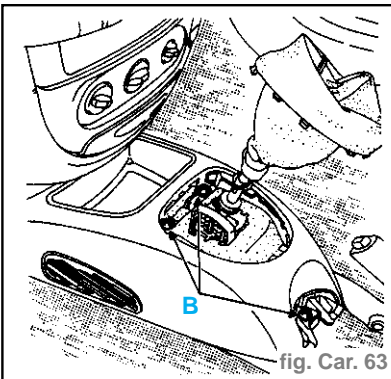

fig. Car. 63
- Déposer les trois vis (B) (fig. Car. 63).